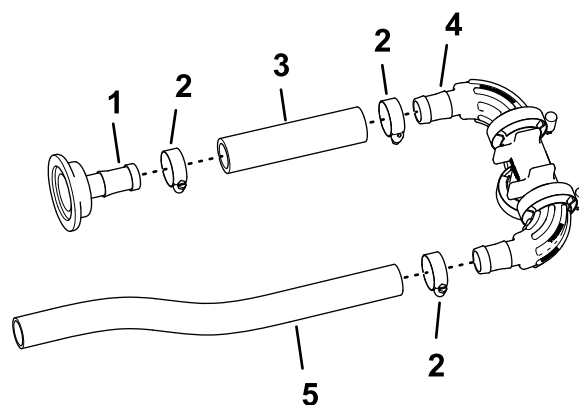

Figura 90
$\frac{3}{4}$ " a $1\frac{1}{2}$ ") e serrate la fascetta manualmente (Figura 90).
- Montate l'altra estremità del flessibile (1" x $5\frac{3}{4}$ ") sul raccordo dentellato del collettore con una fascetta stringitubo, come illustrato nella Figura 90 e serrate la fascetta stringitubo manualmente.
- Montate il flessibile (1" x 16") sull'altro raccordo dentellato del collettore con una fascetta stringitubo e serrate la fascetta stringitubo manualmente (Figura 90).